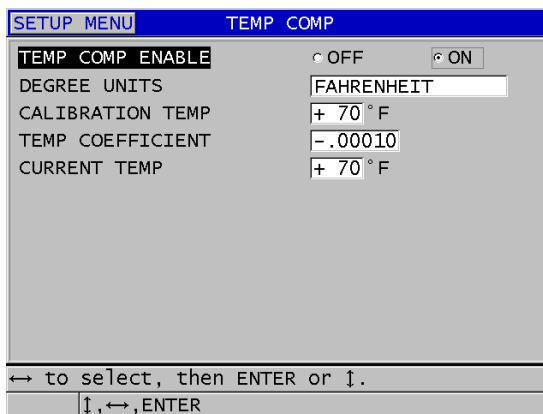

Figura 10-18 Tela TEMP COMP
3. Na tela **COMPEN TEMP** (veja Figura 10-18 na página 184):